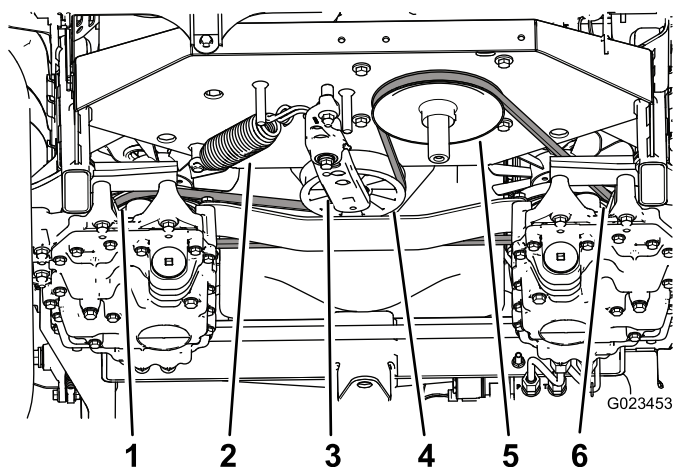

Figura 57
3. Inserite un cricchetto nel foro quadrato del braccio di tensione per contrastare l'azione della molla di tensione (Figura 57) e rimuovete la cinghia dalla puleggia tendicinghia.
4. Sganciate la molla di tensione dal braccio di tensione e dal telaio (Figura 57).
9. Montate la molla sul braccio di tensione e sul telaio (Figura 57).